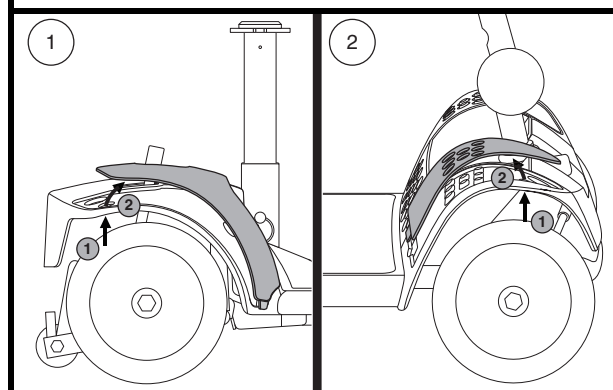

Figure 11. Panneau aile
2. Poussez dans l'orifice afin de séparer le panneau du Travel Scooter. **Voir la figure 11.**
NOTE: Lors de l'installation des panneaux d'ailerons arrière et avant, assurez-vous de bien insérer l'onglet dans sa fente avant de fixer le panneau en place. **Voir la figure 11.**